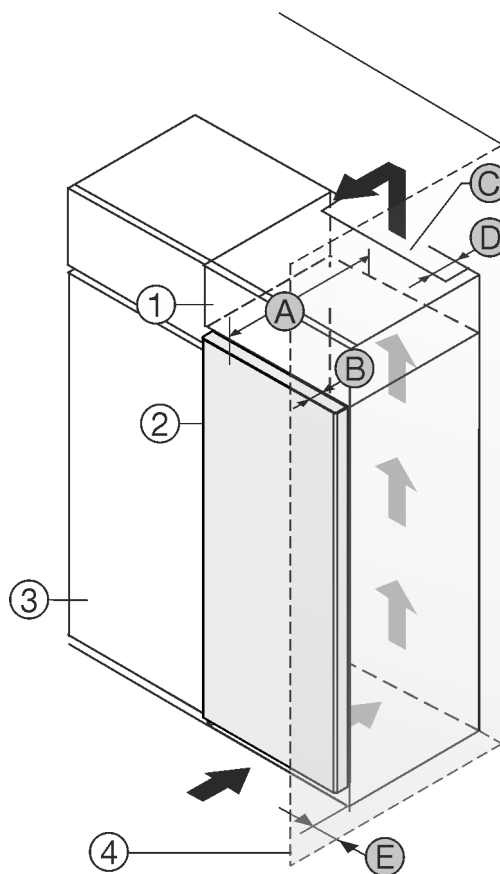

Fig. 1
- (1) Шкаф-пристройка \*
- (2) Уред \*
- (3) Кухненски шкаф \*
- (4) Стена \*
- (A) Дълбочина на уреда \*
- (B) Дълбочина на вратата \*
- (C) Вентилационно напречно сечение \*
- (D) Разстояние до гърба на уреда \*
- (E) Разстояние до страната на уреда \*
Можете да поставите уреда непосредствено до кухненския шкаф Fig. 1 (3)\*.
От задната страна на шкафа-пристройка трябва да има вентилационен отвор с дълбочина Fig. 1 (D) по цялата ширина на шкафа-пристройка\*.
Под тавана на помещението трябва да е спазено сечението за вентилация Fig. 1 (C)\*.
Когато уредът се поставя с пантите до стена Fig. 1 (4), разстоянието между уреда и стената трябва да е поне 13 mm.\*
За да можете да отворите вратата изцяло, уредът трябва да е издаден с дълбочината на вратата Fig. 1 (B) спрямо челото на кухненския шкаф. В зависимост от дълбочината на кухненските шкафове Fig. 1 (3) и използването на детайли за отстояние от стената, уредът може да излезе още по-напред.\*